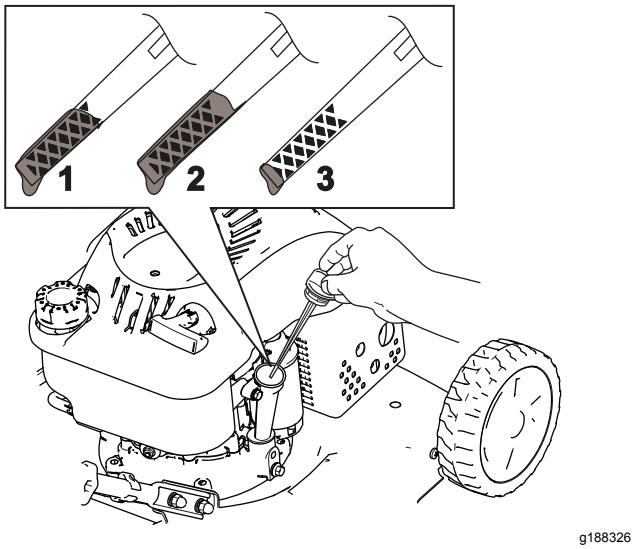

Figura 24
3. Girate il tappo in senso antiorario ed estraete l'asta di livello (Figura 24).